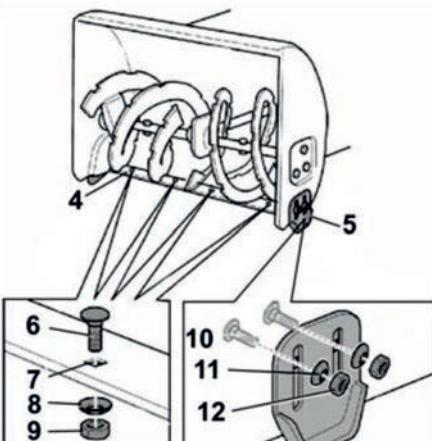

Рис. 41
- Открутите болты и гайки с шайбами 6, 8, 9 (Рис. 41) крепления подрезного ножа к снегозаборнику.
- Открутите болты и гайки с шайбами 10, 11, 12 (Рис. 41).